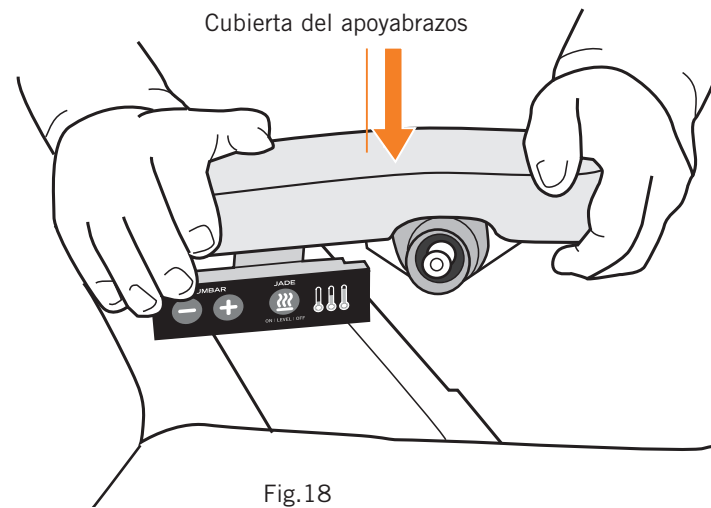

Fig.18
- Mientras mantiene la base firmemente en su lugar, coloque la cubierta del apoyabrazos en posición y presione con firmeza hacia abajo (Fig.18).